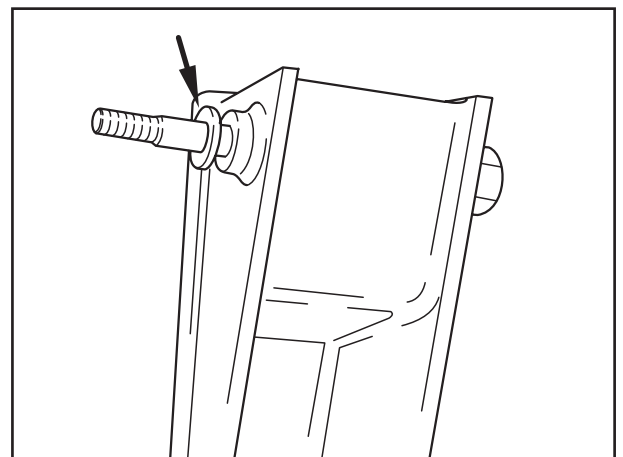

Fig. 2
- [2] Bei Alu-Stützen muss zwischen Stütze und Stoßdämpfer eine Stahlscheibe (Fig. 2/Pfeil) montiert werden. Anziehdrehmoment Alu-Stütze:  $M = 320 \text{ Nm}$  (300 - 350 Nm)
- [2] If aluminium hanger brackets are fitted, a steel washer (Fig. 2/arrow) must be fitted between hanger and shock absorber.